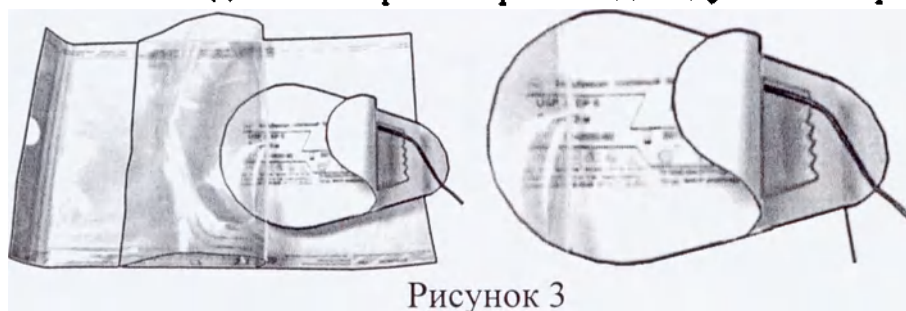

Рисунок 3
7.3 Нить без иглы - лигатура, намотанная на катушку с концом нити, зафиксированным на вкладыше или фиксаторе в индивидуальной таре (рисунок 3).